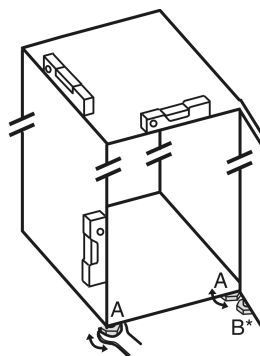

Fig. 27
- ▶ Seřizovací nožky Fig. 27 (A) vyšroubujte pomocí příloženého vidlicového klíče a pomocí vodováhy, dokud nebude spotřebič pevně vyrovnaný.
- ▶ Seřizovací nožku Fig. 27 (B) na stojanu ložiska vytáchejte pomocí příloženého vidlicového klíče, až dosedne na zem.
- ▶ Seřizovací nožku Fig. 27 (B) otáčejte dál o 90°.